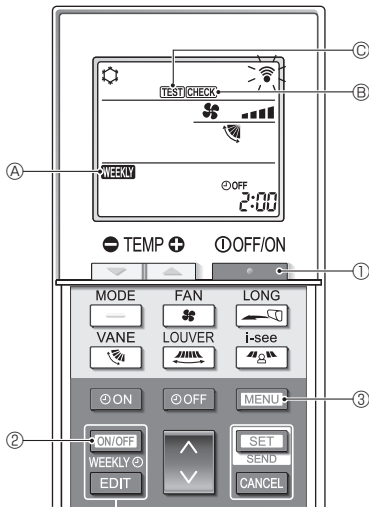

Fig. 7-1
7.1. Essai de fonctionnement (Fig. 7-1)
- Appuyez sur la touche ① pour arrêter le climatiseur.
- Si la minuterie hebdomadaire est activée (**WEEKLY** est allumé), appuyez sur la touche ② pour la désactiver (**WEEKLY** est éteint).
- Appuyez sur la touche ③ pendant 5 secondes.
- Appuyez sur la touche ③.